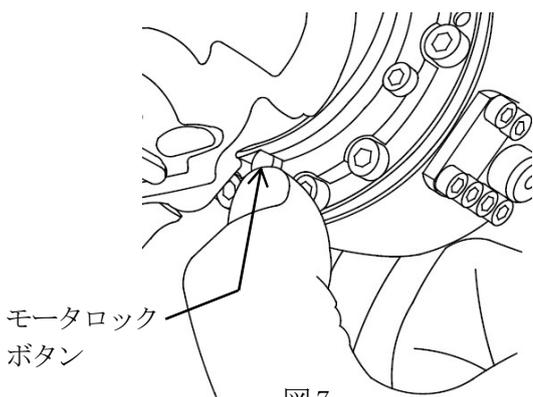
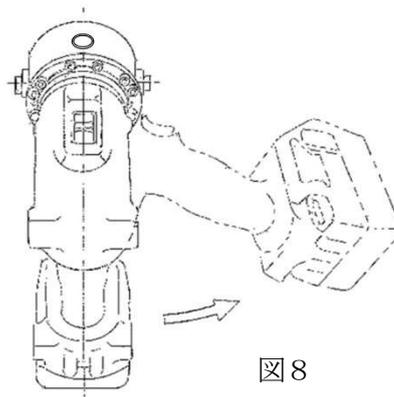

図7
図8
4. 作業内容に応じ、モータ取手部の位置を左又は右約90°回転します。右または左のモータロックボタンを指で押し、モータを回転させます。（図7、図8）